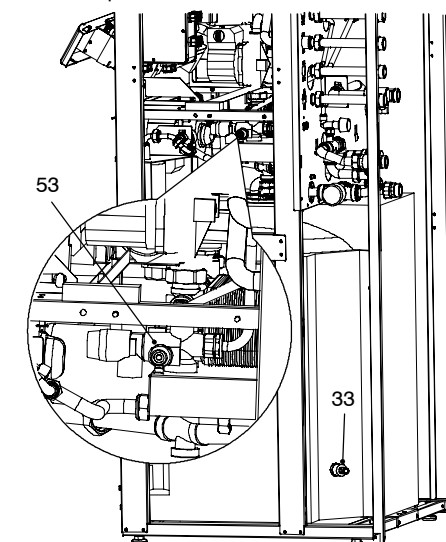

fig. 9.7
- 2 Allentare il rubinetto di svuotamento caldaia 53 in fig. 9.7
- 3 Allentare lo scarico d'acqua sanitaria del serbatoio dinamico 33 fig. 9.7 e scaricare l'acqua del serbatoio.